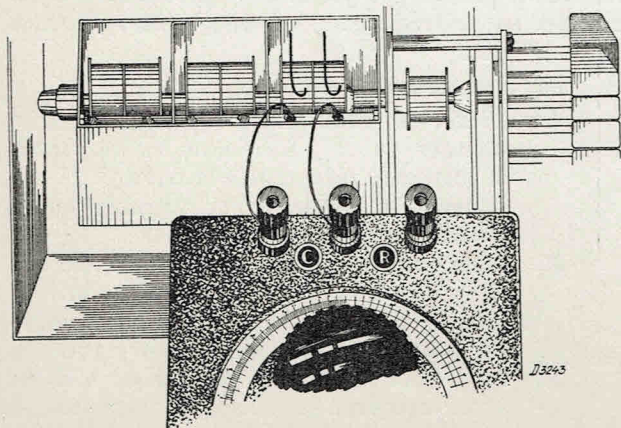

Fig. 3
1. Dessouder les connexions de C5 (fig. 3).